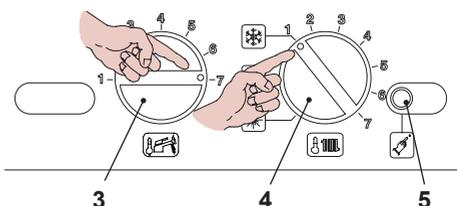
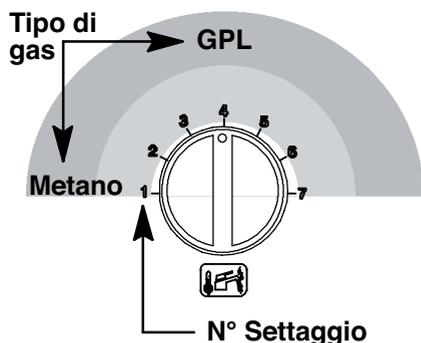
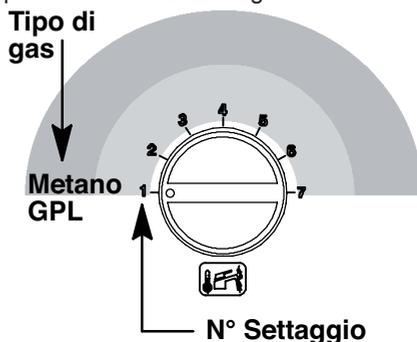

Fig. 8.2
Fig. 8.7
Fig. 8.11
- Posizionare il selettore 3 e la manopola regolazione sanitario 4 come in Fig. 8.2.
- Per settare il Tipo di gas bisogna entrare in programmazione premendo per 15 secondi il pulsante di ripristino 5 in Fig. 8.2 fino alla comparsa del parametro **P01** sul display LCD; sul display LCD compare la seguente visualizzazione (la sequenza **P01** si alterna -- -- --).
- Premere il pulsante di ripristino 5 in Fig. 8.2 per lo scorrimento dei vari parametri sino al raggiungimento del parametro **P05** valido per il settaggio del Tipo di gas; sul display LCD compare la seguente visualizzazione (la sequenza **P05** si alterna a 01).
Esempio: Se il tipo di gas di alimentazione è il GPL (G31) e la caldaia è predisposta per il funzionamento con il gas Metano (G20) ruotare la manopola 3 in Fig. 8.2 come in Fig. 8.7.
- Premere il pulsante di ripristino 5 in Fig. 8.2 per il raggiungimento del parametro **P06** valido per il settaggio del Tipo di gas (secondo livello); sul display LCD compare la seguente visualizzazione (la sequenza **P06** si alterna a **01**).
- Per cambiare il settaggio ruotare la manopola regolazione temperatura sanitaria 3 in Fig. 8.2 e posizionarla sulla posizione prescelta vedi anche Fig. 8.11.